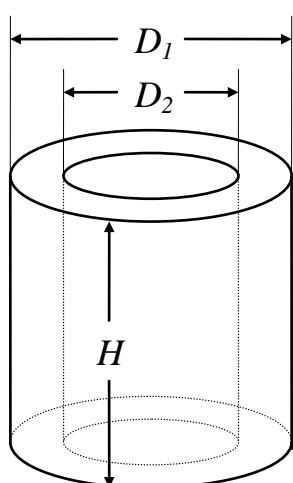

Рис.1
**Обозначения величин, характеризующих цилиндр** (рис.1):  $H$  - высота,  $D_1$  - наружный диаметр,  $D_2$  - внутренний диаметр,  $V$  - объем,  $m$  - масса,  $\rho$  - плотность.